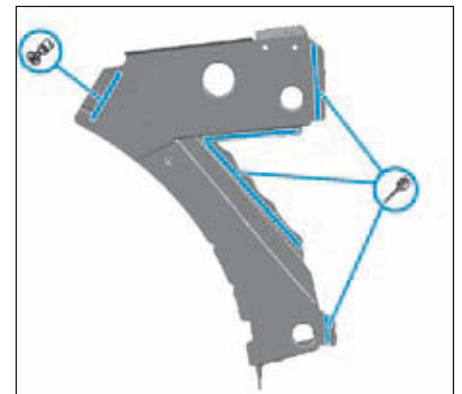

FIG.24
- Percer et meuler la nouvelle pièce (Fig.24).